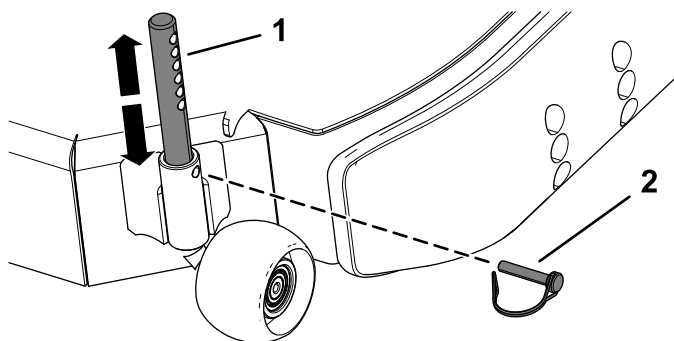

Figura 32
4. Remova o pino de bloqueio do pino do rolo (Figura 32).
5. Mova o pino do rolo para cima ou para baixo para a posição desejada e prenda-o com o pino de bloqueio (Figura 32).